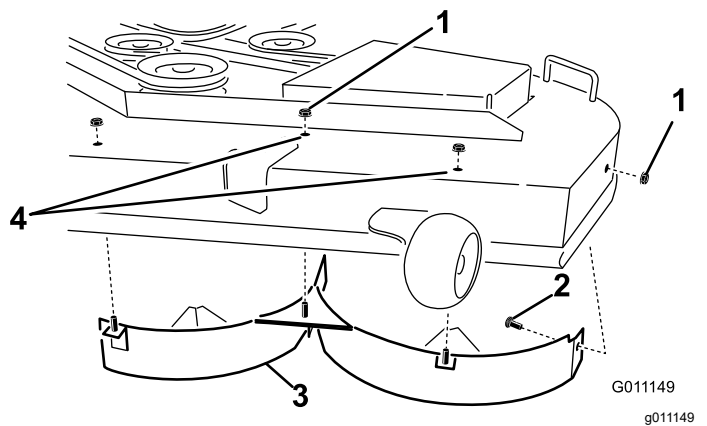

**Bild 16**
9. Suchen Sie das Versatzablenkblech in den losen Teilen und entfernen Sie die Befestigungen in den hinteren Löchern der Auswurfplatte (**Bild 16**).